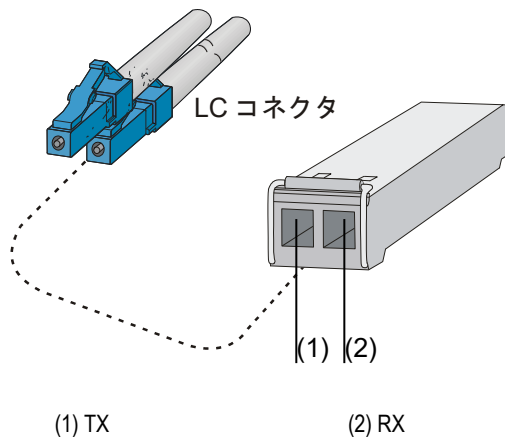

図 3-33 SFP/SFP+/QSFP+トランシーバモジュール
- 3) 図 3-33に示すように、ラッチが固定されたことを示すクリック音があるまで、コネクタに光ファイバケーブルを挿入してください。